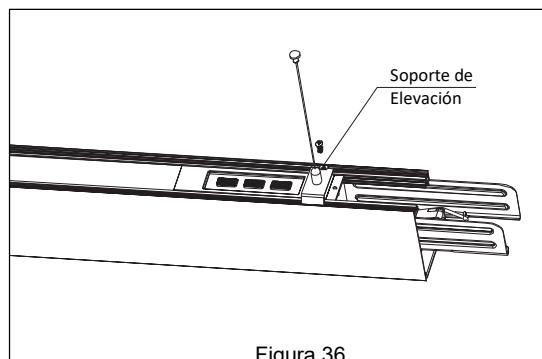

Figura 36
6. Instala el soporte de elevación en la lámpara en una posición adecuada para suspender y conectar. *Ver Figura 36.*